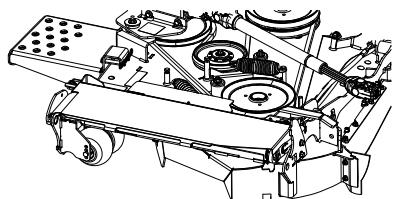

Figura 8
6. Mida 102 mm (4") desde el borde izquierdo del deflector izquierdo, como se muestra en la **Figura 8**; este será el borde izquierdo del hueco inferior.